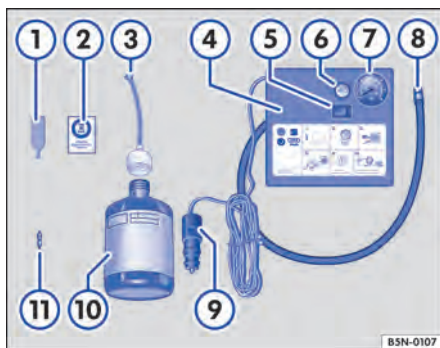

Fig. 232 Representação esquemática: componentes do kit de reparo dos pneus.
O kit de reparo dos pneus encontra-se no compartimento de bagagem sob o revestimento do assoalho. Ele é composto pelos seguintes componentes ⇒ Fig. 232:
13. Colar a etiqueta adesiva \Rightarrow Fig. 232  do kit de reparo dos pneus no campo visual do condutor no painel de instrumentos.
- Com a chave para remoção do elemento da válvula \Rightarrow Fig. 232 , desrosquear o elemento da válvula do pneu e colocá-lo sobre uma superfície limpa.
- Agitar a garrafa de enchimento dos pneus \Rightarrow Fig. 232  algumas vezes com força.
- Rosquear a mangueira de enchimento \Rightarrow Fig. 232  com firmeza no sentido horário sobre a garrafa de enchimento dos pneus. A película na tampa é perfurada automaticamente.
- Remover o bujão da mangueira de enchimento \Rightarrow Fig. 232  e introduzir a extremidade aberta totalmente na válvula do pneu.
- Rosquear novamente o elemento da válvula com a chave para remoção do elemento da válvula \Rightarrow Fig. 232  na válvula do pneu.
- Rosquear a mangueira de enchimento dos pneus ⇒ Fig. 232 ⑧ do compressor de ar com firmeza na válvula do pneu.
- Verificar se o parafuso de sangria de ar ⇒ Fig. 232 ⑥ está fechado.
- Encaixar o conector do cabo ⇒ Fig. 232 ⑨ em uma tomada 12 V do veículo ⇒ Página 183.
- Ligar o compressor de ar com o interruptor LIGA-DESLIGA ⇒ Fig. 232 ⑤.
Reconectar a mangueira de enchimento dos pneus ⇒ Fig. 232 ⑧ e ler a pressão dos pneus no manômetro de pressão dos pneus ⑦.